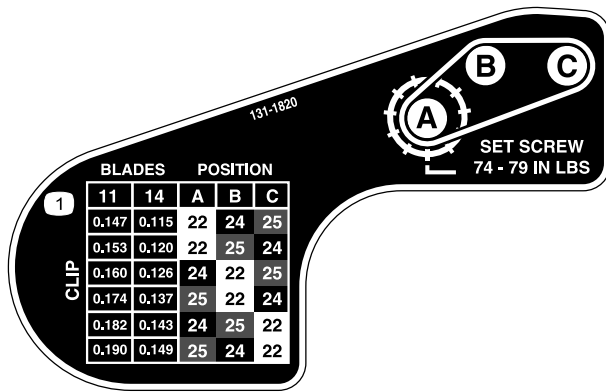

図 21
9. 各プーリを、それぞれの新しい位置に取り付ける図 21。